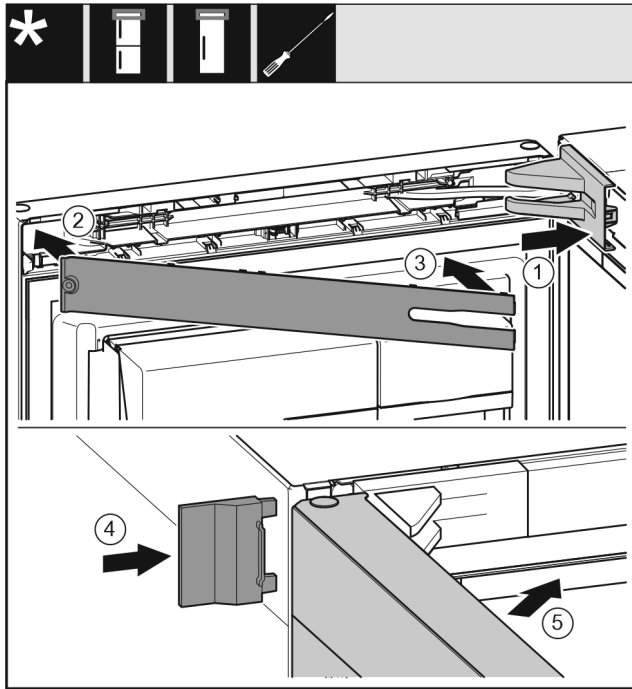

Fig. 62
- ▶ Установите и зафиксируйте крышку опорного кронштейна Fig. 62 (1), при необходимости осторожно разожмите ее.
- ▶ Установите накладку Fig. 62 (2).
- ▶ Подведите и защелкните накладку Fig. 62 (3).
- ▶ Надвиньте внешнюю крышку Fig. 62 (4).
- ▶ Закройте верхнюю дверь Fig. 62 (5).